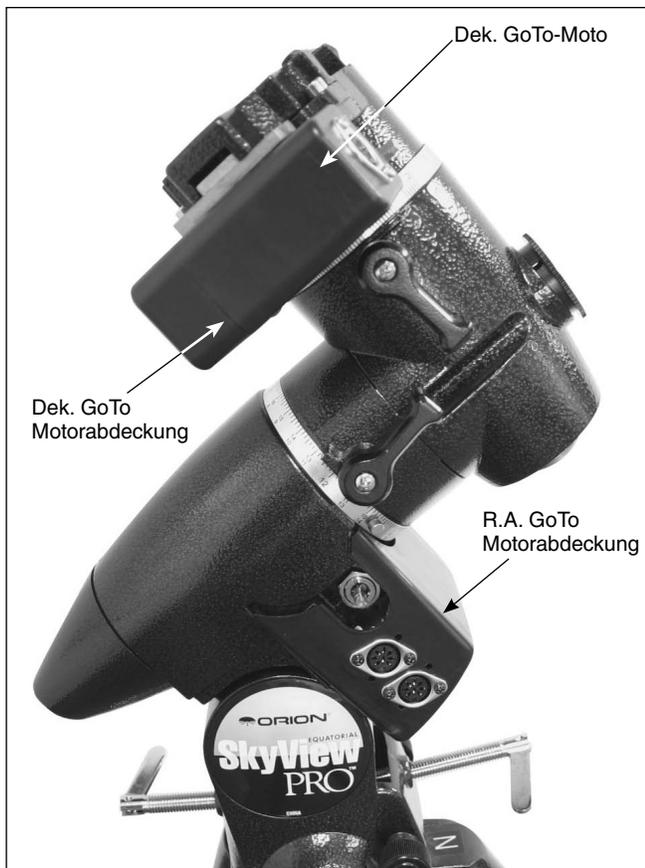

Abbildung 13. Installierte GoTo-Motoren
- Nachdem dek. GoTo-Motor und Getriebe installiert wurden und die Zahnräder entsprechend ineinander greifen, können Sie die dek. GoTo-Motorabdeckung mit den zwei 8 mm langen Kreuzschlitzschrauben installieren und sichern. Sobald Sie den dek. GoTo-Motor und die Abdeckung installiert haben, sollte Sie Ihre Halterung **Abbildung 13** ähneln.